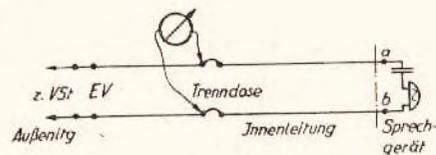

Bild 90.
1. Unterbrechung (Spannungsmessung, Bild 90):